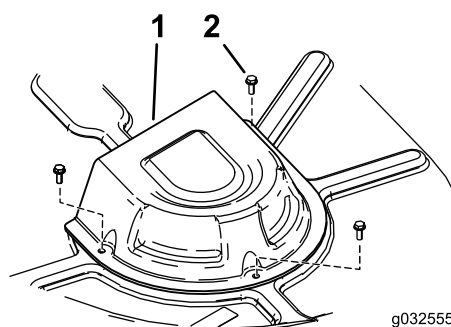

Figura 71
4. Retire las cubiertas de las poleas (Figura 71).